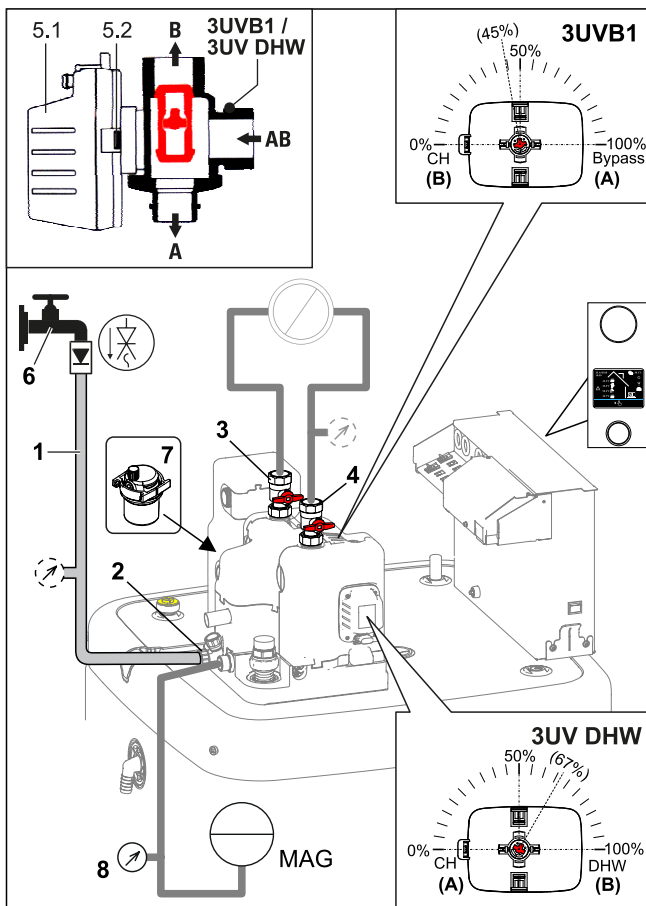

Fig. 3-49 Riempimento del circuito di riscaldamento
- 1 Collegare il flessibile di riempimento (Fig. 3-49, pos. 1) con valvola antiriflusso (1/2") e un manometro esterno (a cura del committente) al rubinetto di riempimento e svuotamento della caldaia (Fig. 3-49, pos. 2) e fissarlo con una fascetta stringitubo per evitare che scivoli.
- 3 Aprire il rubinetto dell'acqua (Fig. 3-49, pos. 4) della linea di alimentazione.
- 4 Osservare il rubinetto di riempimento e svuotamento della caldaia (Fig. 3-49, pos. 2) e il manometro.
- 7 Chiudere il rubinetto dell'acqua (Fig. 3-49, pos. 4). Il rubinetto di riempimento e svuotamento della caldaia deve rimanere aperto per poter leggere la pressione dell'acqua sul manometro esterno.
- 10 Durante l'esercizio di riscaldamento acqua calda controllare costantemente la pressione dell'acqua sul manometro esterno e, se necessario, rabboccare l'acqua attraverso il rubinetto di riempimento e svuotamento della caldaia (Fig. 3-49, pos. 2).
- 12 Controllare nuovamente la pressione dell'acqua sul manometro esterno e, se necessario, rabboccare l'acqua attraverso il rubinetto di riempimento e svuotamento della caldaia (Fig. 3-49, pos. 2).
- 13 Rimuovere il flessibile di riempimento (Fig. 3-49, pos. 1) con valvola antiriflusso dal rubinetto di riempimento e svuotamento della caldaia (Fig. 3-49, pos. 2).